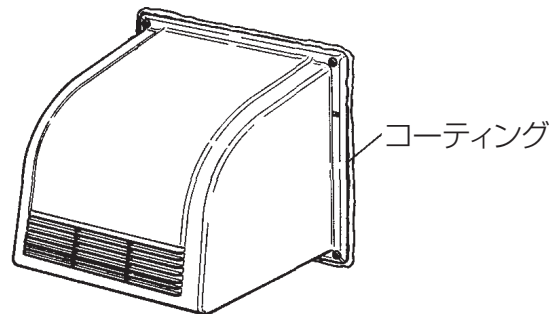

図4
(2) ウェザーカバーと壁面のすき間をコーティング材で埋める。(図4)